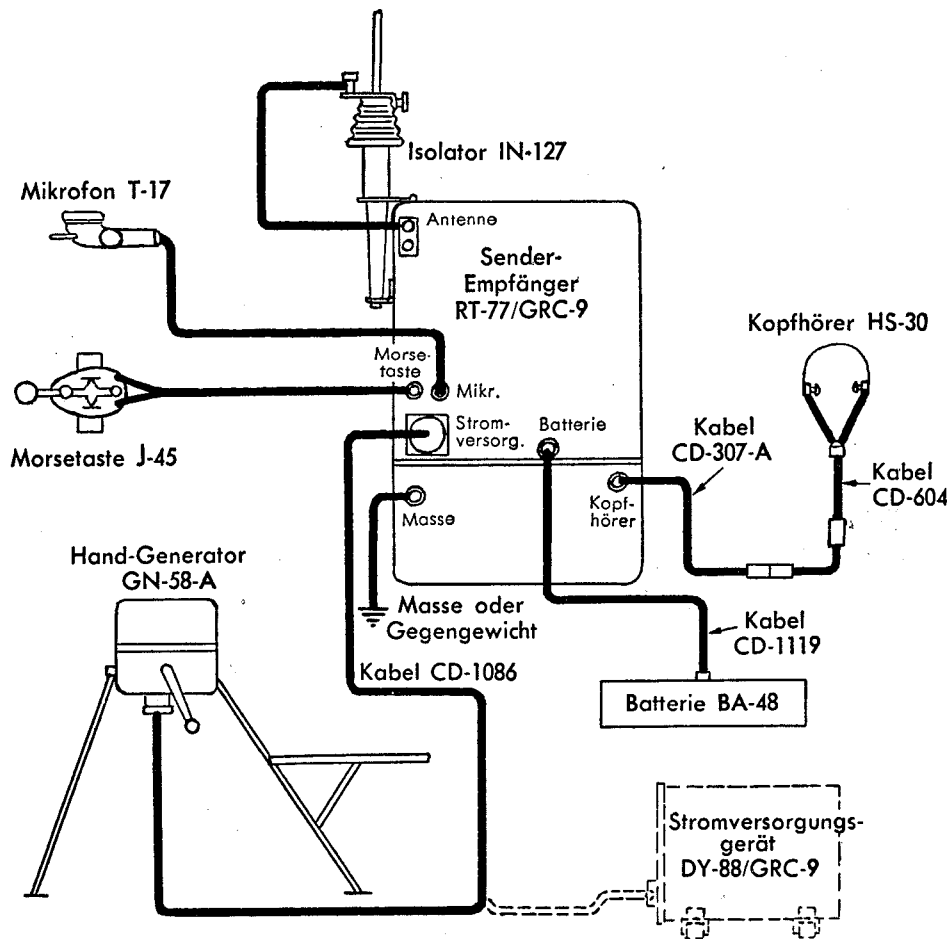

Bild 40 Funkgerätesatz GRC-9, Verkabelungs-Schema
b) Verkabelung der Sende-Empfängeranlage. Alle Zubehörteile und Aggregate der Sende-Empfängeranlage sind entsprechend Bild 40 und 41 miteinander zu verbinden.